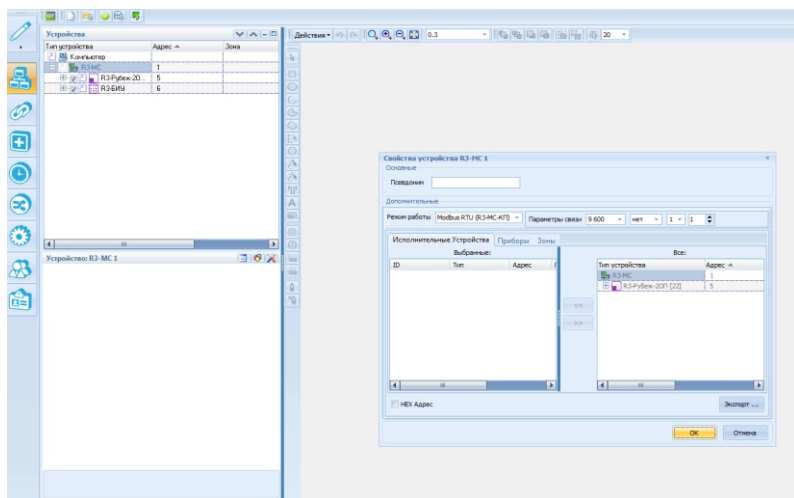

Рисунок 7.3
– с помощью данного окна настроить скорость и создать базу R3-MC-KП, содержащую ИУ, зоны, приборы, с которых в дальнейшем будет происходить считывание данных и управление ИУ и зонами по протоколу Modbus-RTU (рисунок 7.3).